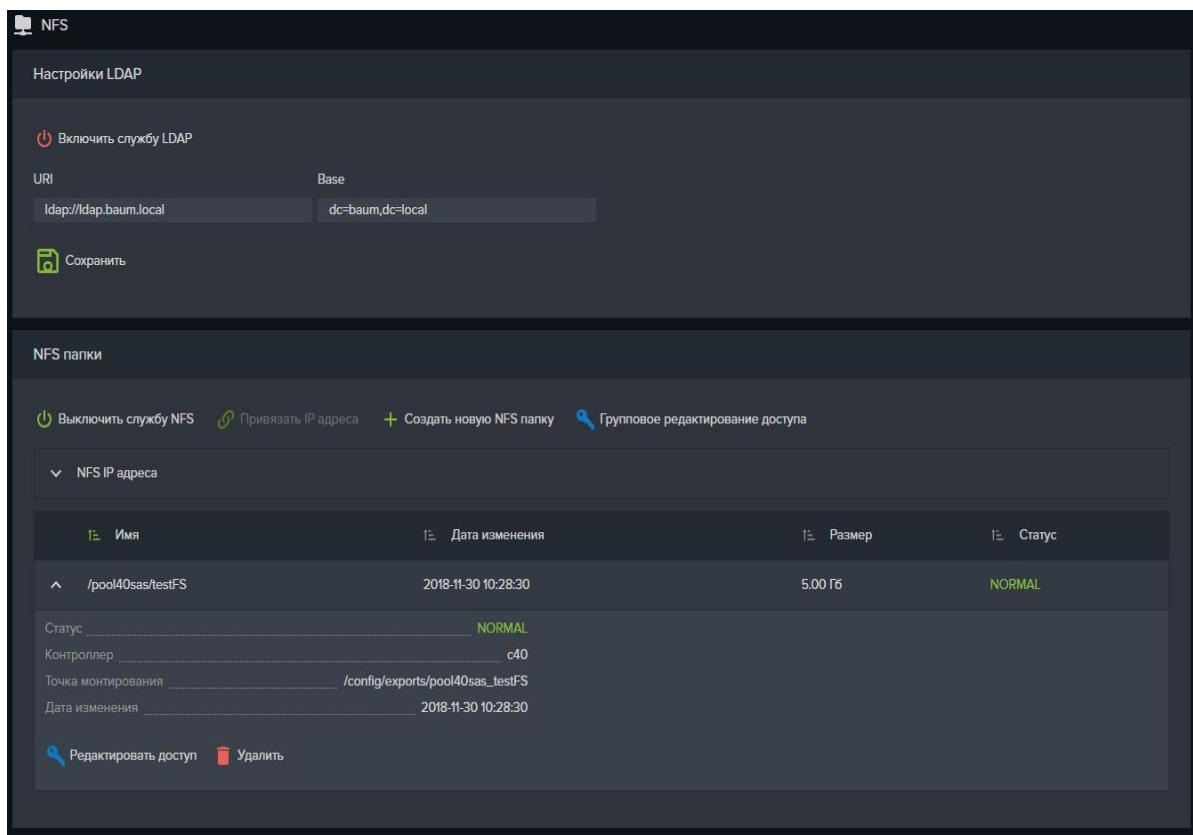

Рисунок 63. Вкладка меню настройки протокола NFS
3. Нажмите на кнопку «Сохранить» (см. Рисунок 63);
- Нажмите на кнопку «Сохранить», клиенты и группы будут добавлены к NFS папке и отобразятся в области свойств (см. Рисунок 63).
4. Нажмите на кнопку «Редактировать доступ» (см. Рисунок 63);